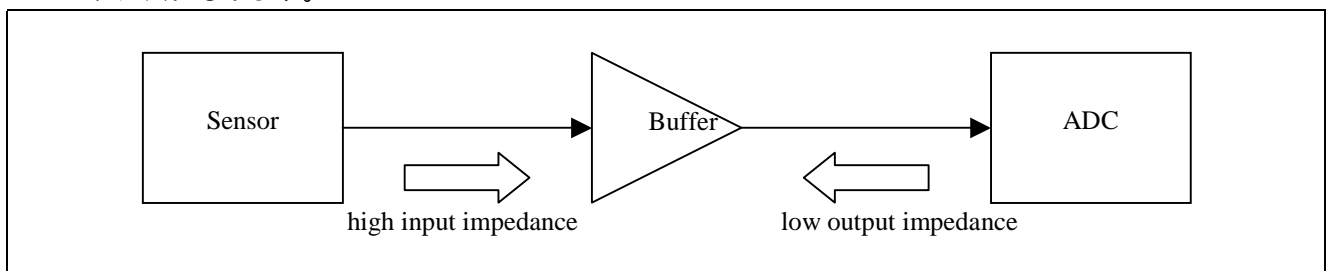

図 14 信号の隔離
- 図 14 に示すように、高速なアナログ信号を変換する場合は、低インピーダンスのバッファを挿入してください。このバッファにより、センサ側は、より高インピーダンスになり、A/D 変換器側はより低インピーダンスになります。